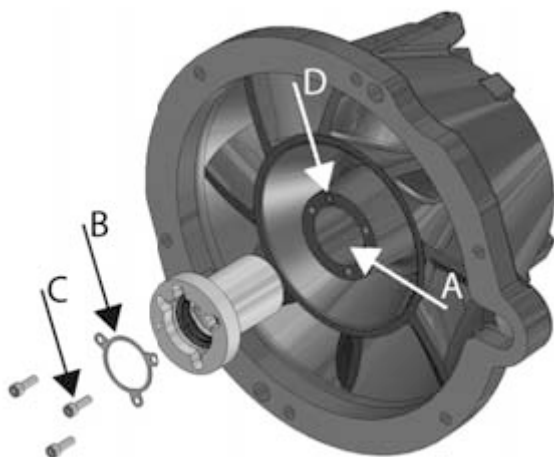

Figura 41. Montaggio della piastra di tenuta
2. Inserire la cassa nel foro sullo statore (figura 41, punto A).
3. Posizionare la piastra di tenuta (figura 41, punto B) in modo che i suoi fori si trovino allineati con quelli della cassa del cuscinetto. Stringere i bulloni (tre in totale, figura 41, punto C).
4. Togliere dai fori il componente sigillante in eccesso (figura 41, punto D).